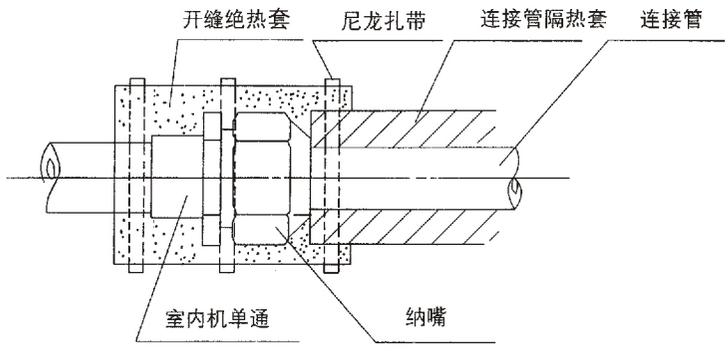

图 8
- 4 管道安装后用绝热套(PE)包住所有扩口管连接部分,如图 8。